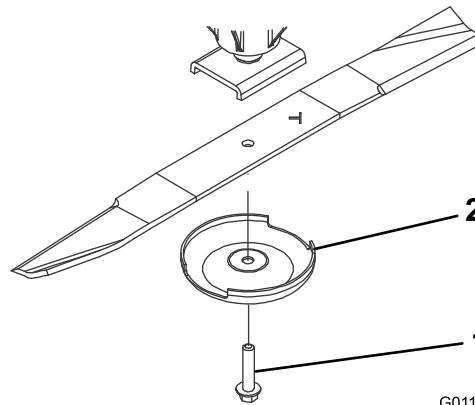

图74
2. 使用抹布或厚垫手套抓住刀片的端部。卸掉刀片螺栓、防刮罩并从锭轴上取下刀片 (图74)。
3. 使用防刮罩和刀片螺栓安装刀片刀翼面向剪草机刀盘 图74。